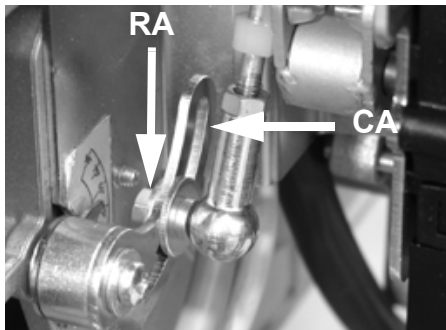

Fig. 12
- 6 Para regular el caudal de aire aflojar la tuerca **RA** (Fig. 12) y mover la palanca **VRA** a lo largo del ojal **CA** como se indica en la figura, para aumentar o disminuir el caudal de aire, hasta obtener el caudal requerido, bloquear luego la tuerca **RA** en la posición correspondiente.